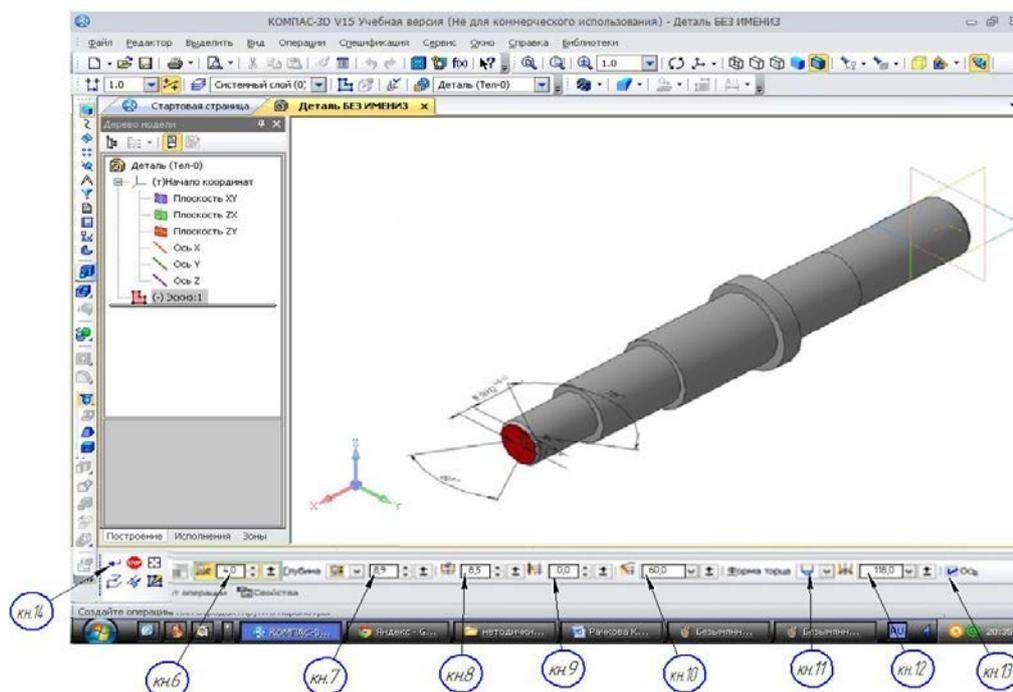

Рисунок 58 Ввод параметров и размеров отверстия
3) На панели свойств (рисунок 58) вводятся элементы управления для выбора профиля отверстия и ввода (корректировки предложенных по умолчанию) его геометрических параметров.
3) Выполняем ввод параметров и размеров отверстия аналогично (см пункт 4.9 и Рисунок 58);